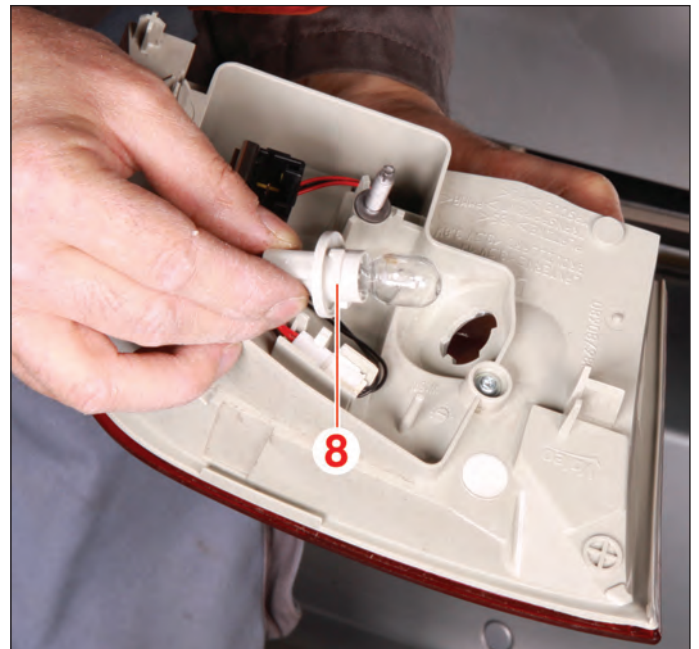

FIG.11
- le porte-ampoule (8) en le tournant d'un quart de tour dans le sens antihoraire (Fig.11).